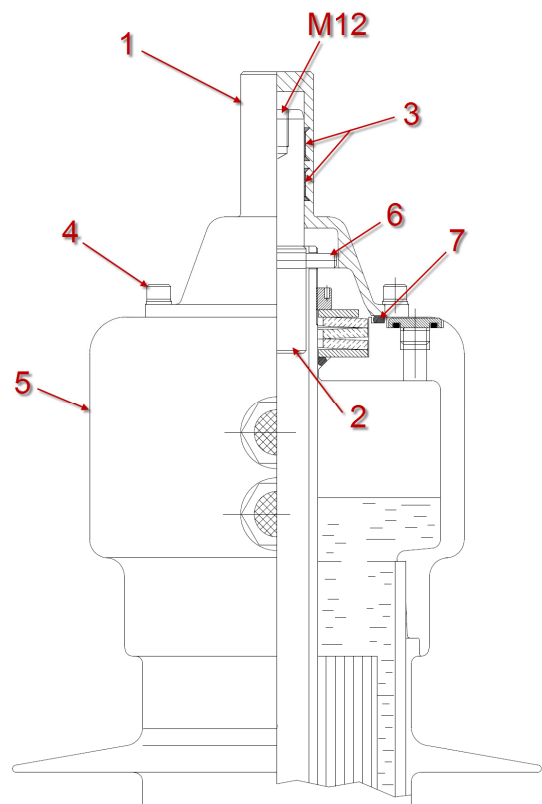

Fig 11
In questo tipo di connessione la treccia proveniente dagli avvolgimenti del trasformatore entra nel tubo centrale passante, fino al capocorda posizionato nella testa (fig. 11 e 12) Usare una o più trecce in modo tale che la densità di corrente non sia superiore a $2 \div 2.5$ A/mm².
- fissare un golfare al foro filettato M12 sulla testa del capocorda (fig. 11) e legare ad esso una cordicella;
- allineare il foro del capocorda (2) con il foro del tubo centrale del passante e fermarlo con la spina di fissaggio (6) precedentemente rimossa;
- assicurarsi che la guarnizione (7) sia correttamente alloggiata e riposizionare il terminale superiore, tenendolo il più possibile centrato sull'asse del passante. Tale terminale superiore blocca la spina di fissaggio del capocorda. Avvitare le viti (4) che bloccano in terminale superiore e serrarle con una coppia di circa 13 Nm. La guarnizione (7) tra terminale superiore e testa del passante
Per questo si consiglia di alzare leggermente il terminale superiore (fig. 11 pos 1) per completare il riempimento d'olio per far uscire l'aria presente nel tubo centrale.
- Rimuovere il terminale superiore (fig. 11). Per questa operazione è necessario smontare il terminale tirandolo verso l'altro e contemporaneamente ruotandolo leggermente nei due sensi.
vicino al terminale (fig. 11), utilizzando l'olio minerale del trasformatore accuratamente trattato e degassato. Richiudere il foro di riempimento con l'apposito tappo (coppia di serraggio circa 100 Nm).